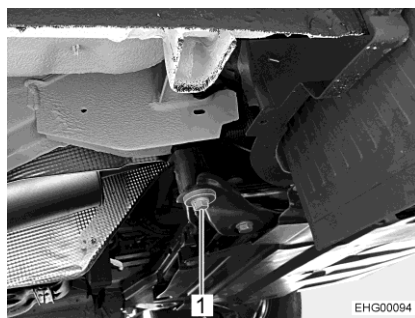
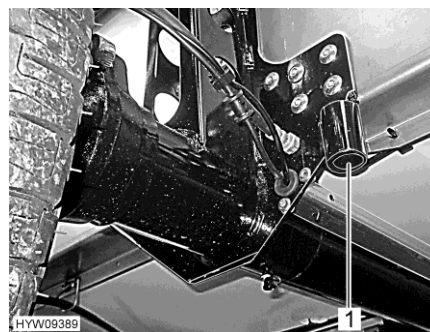

Fig. 229 Punto de alojamiento para gato (eje delantero)
Fig. 230 Punto de alojamiento para gato (eje trasero)
- Colocar el gato en los puntos de alojamiento previstos (Fig. 229,1 y Fig. 230,1).